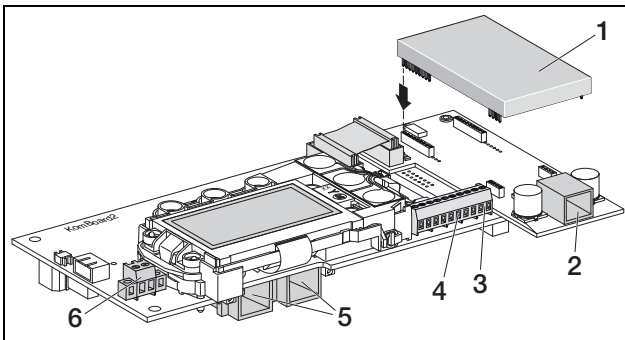

Abbildung 28: Kommunikationsschnittstellen
- Stecken Sie den Stecker des Ethernet-/Crossover-Kabels in eine der entsprechenden Steckbuchsen (5 in Abbildung 28).
- Stecken Sie den Stecker des Telefonkabels in die entsprechende Steckbuchse (2 in Abbildung 28).